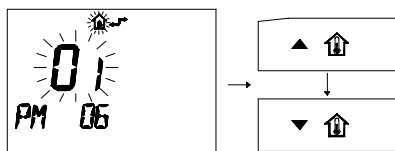

Figura 8.15
- Modificare il SET programmato agendo sui pulsanti ▲ o ▼ ed aspettare che il numero programmato cominci a lampeggiare (Figura 8.15)